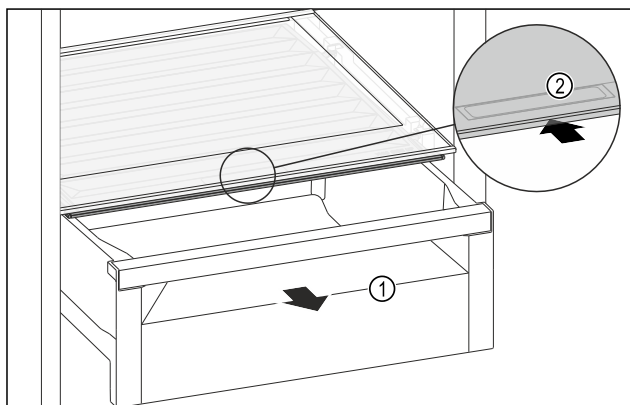

Fig. 162
- Retirer le tiroir Fig. 162 (1).
- Saisir la poignée encastrée Fig. 162 (2) du couvercle du compartiment et pousser le couvercle du compartiment vers l'arrière.